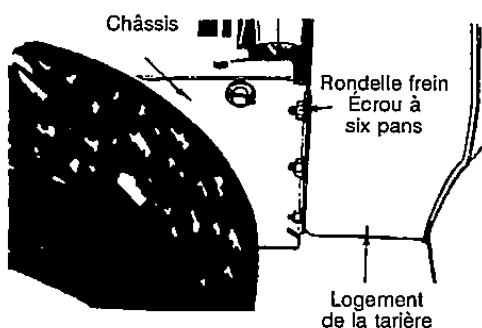

FIGURE 25
- Enlevez les six rondelles-frein et les six écrous à six pans qui maintiennent le logement de la tarière sur le châssis. Voir la figure 25.
REMARQUE: Faites passer le câble d'entraînement de la tarière entre les guides représentés à la figure 25 en réassemblant les deux moitiés de la souffeuse.